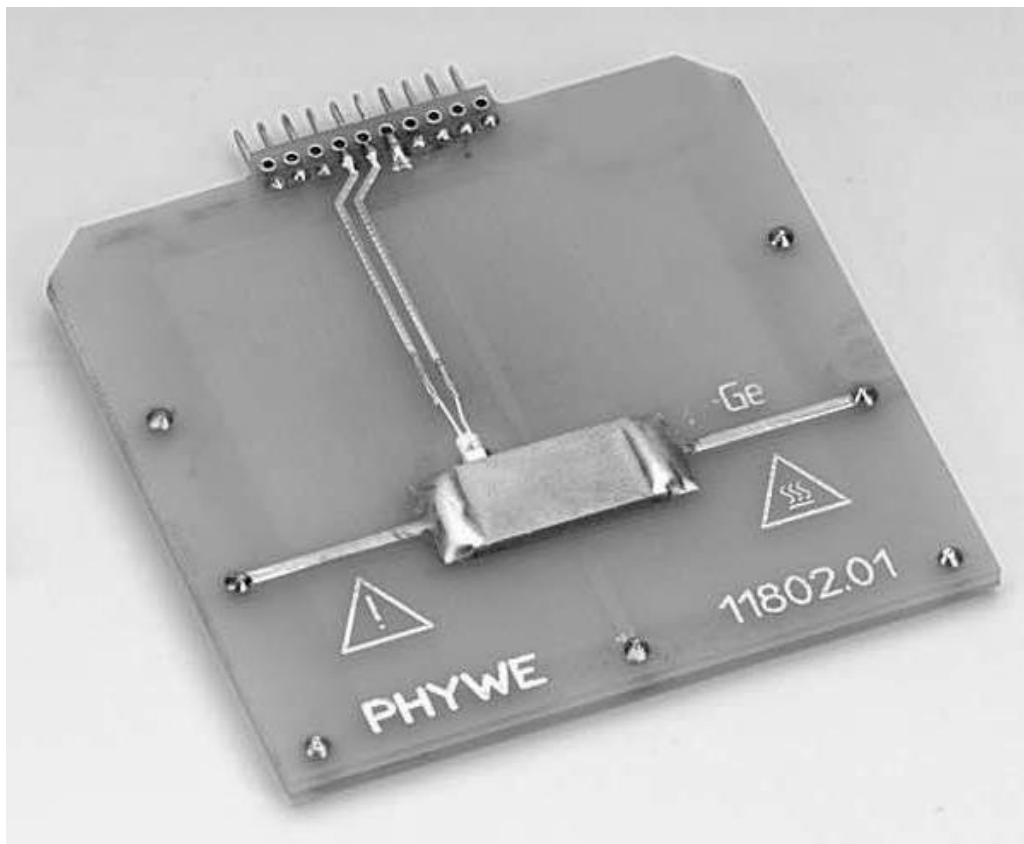
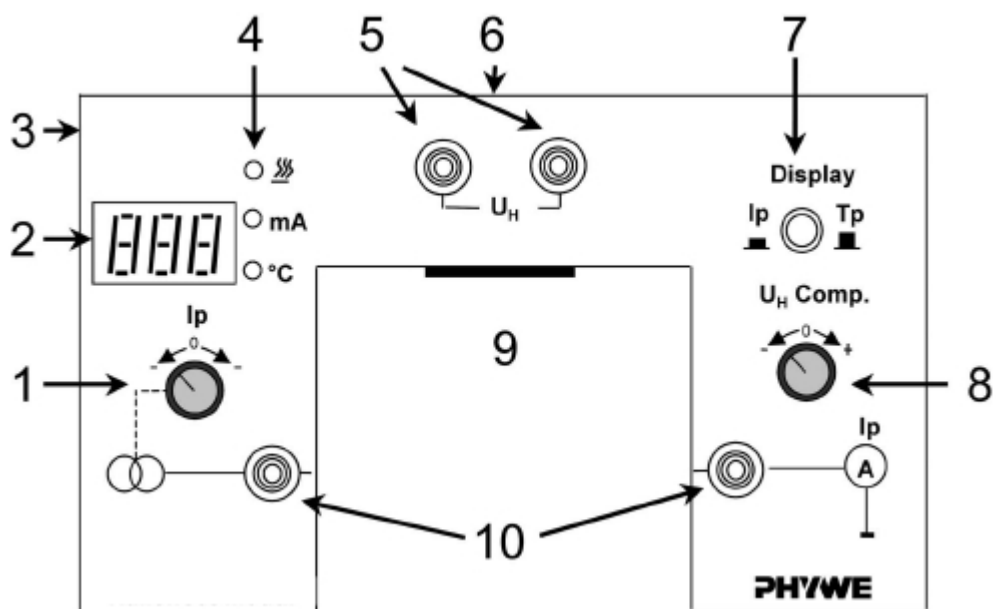
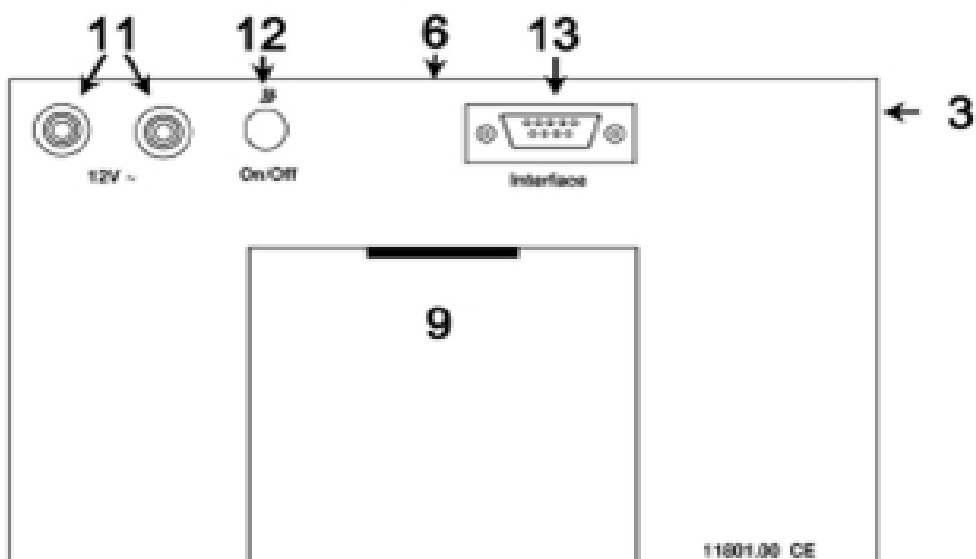

Рис. 3. Сменная плата, с закреплённым образцом.
Рис. 4. Лицевая панель измерительного модуля с элементами управления и индикатором.
Рис. 5. Задняя панель измерительного модуля.
Исследуемый образец нелегированного Ge полупроводника с размерами (10 x 20 x 1) мм3 и удельным сопротивлением ~50 Ом·см закреплен на плате (рис. 3), помещенной в измерительный модуль (рис. 4 и 5).
Измерительный модуль непосредственно связан с внешним источником переменного напряжения 12 В, подключенным к его задней панели (поз. 11 на рис. 5). Падение напряжения на образце измеряется вольтметром, который подключается к двум нижним клеммам на передней стороне модуля (поз. 10 на рис. 4). Температура измеряется с помощью платинового термометра сопротивлением 100 Ом, находящегося в контакте с образцом. Сопротивление термометра
измеряется встроенным в измерительный модуль прибором, и выводится на встроенный индикатор (поз. 2) в единицах °С. Так же на этот индикатор может быть выведено значение тока через образец в мА, измеряемое встроенным амперметром. Режим «Ток» / «Температура» изменяется кнопкой «Дисплей» (поз.7). Плата с образцом (рис.3) содержит нагревательную спираль, максимальная температура нагрева которой не должна превышать 170 °С (контролируется встроенным в измерительный модуль реле). **Нагревательная спираль включается кнопкой “on/off” (поз.12 на рис. 5) на обратной стороне панели модуля с образцом.** Отключение при достижении максимальной температуры происходит автоматически.
3. Установите силу тока через образец 5 мА (на рис. 4: ручка 1, индикатор 2, кнопка 7 нажата). Ток должен оставаться постоянным в течение эксперимента.